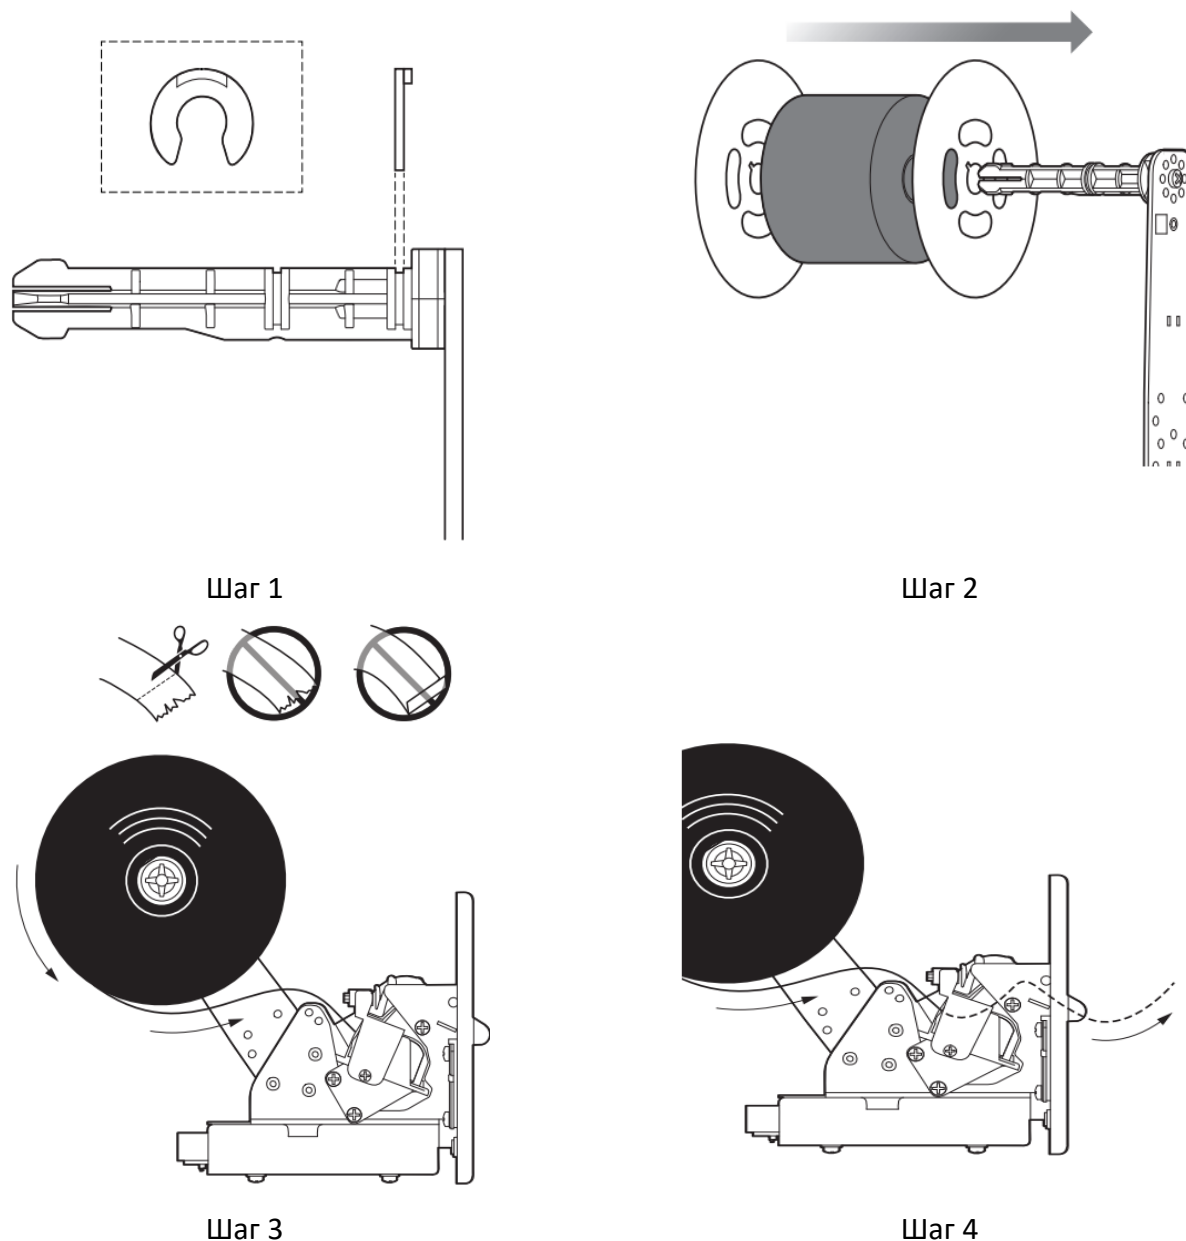

Рисунок 26 – Загрузка бумаги в термопринтер
5.7.1 Загрузить рулон термической бумаги (см. параметры в таблице 9) в термопринтер до начала работы с аппаратом (см. рисунок 26).